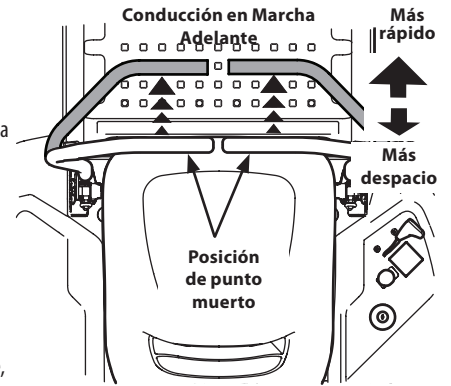

Figura 27
1. Mueva las palancas de control de la transmisión de forma lenta y pareja hacia adelante. El tractor comenzará a desplazarse hacia adelante. Consulte la Figura 27.